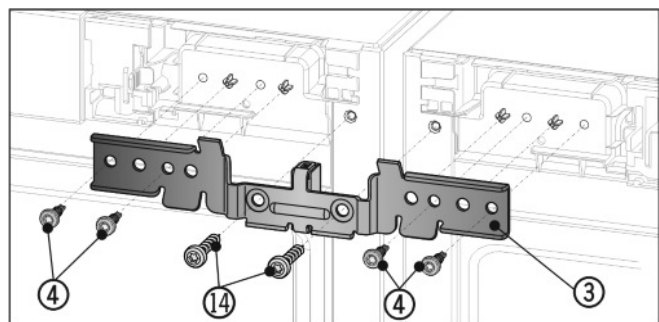

Fig. 7
- ▶ Schuif het hoekstuk Fig. 7 (3) met het afstandsstuk tussen de apparaten op het tapeinde. Draai de vier schroeven Fig. 7 (4) van het hoekstuk en de vooraf eruit gedraaide aardschroeven Fig. 7 (14) afwisselend rechts en links licht vast.